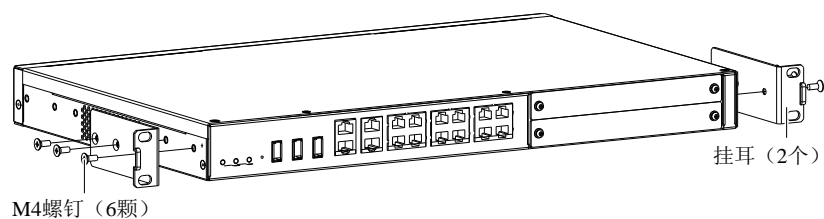
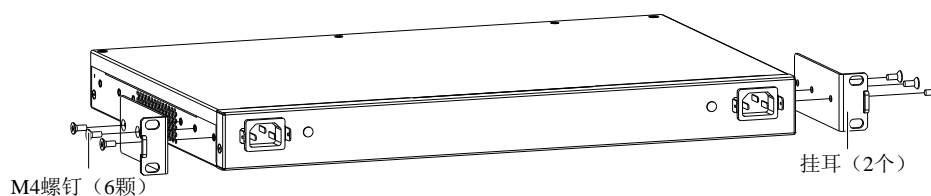

图2-1 前端安装挂耳
图2-2 后端安装挂耳
2. 用所附 M4 螺钉将挂耳固定在 RDU-A G2 主机两侧，RDU-A G2 的挂耳支持两种安装方式：前端安装和后端安装，分别如图 2-1 和图 2-2 所示。